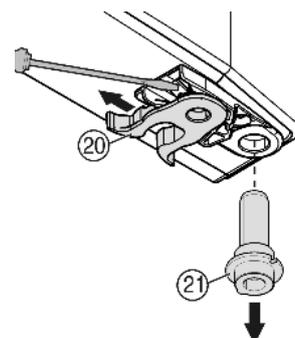

Fig. 8
- Permuter la pince élastique *Fig. 8 (20)* : appuyer sur l'ergot puis retirer la pince élastique.
- Tirer le pivot d'appui *Fig. 8 (21)* hors de la douille de porte et la mettre en place ensemble avec la rondelle du côté opposé. Le taquet d'arrêt doit indiquer vers la paroi intérieure de la porte, l'encoche vers la paroi extérieure.
- Pivoter la porte vers le bas et mettre en place le pivot d'arrêt *Fig. 8 (21)* dans le support d'appui. Event. tourner le pivot d'arrêt de sorte qu'il puisse encliquer.